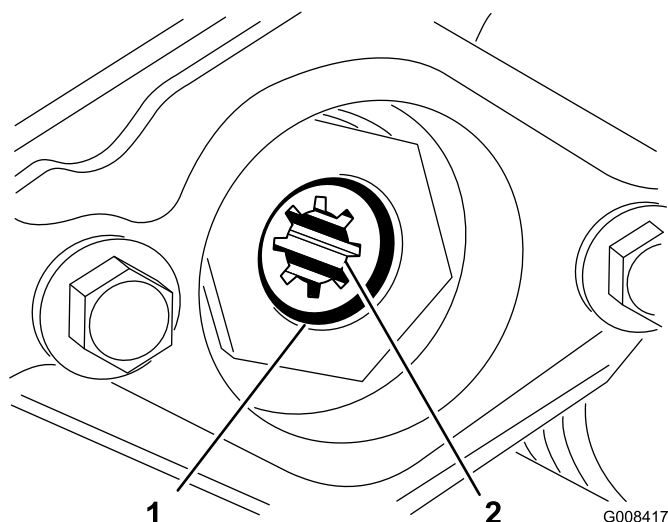

図 15
- D. 駆動カップラをリール・チューブに固定しているスナップ・リングを取る（図 15）。